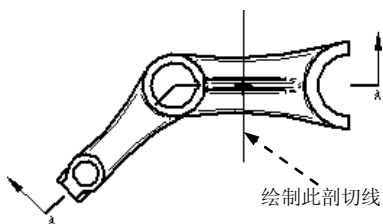

图 4.7.24 绘制剖切线
(1) 创建切割平面。选择 **主页** 选项卡 **图纸视图** 区域中的  **切割平面** 命令，系统弹出“切割平面”命令条。
(2) 单击图形区的基本视图，此时系统进入“切割平面线”绘制环境，采用默认的直线工具绘制图 4.7.24 所示的直线作为剖切线。然后单击“关闭切割平面”按钮 返回到工程图环境。